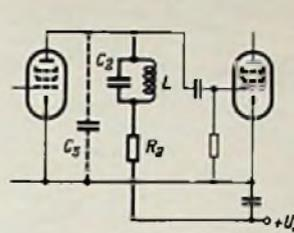
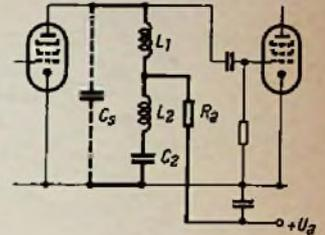

Bild 4. Anhebung der oberen Grenzfrequenz durch L und C₂. Prinzipschaltbild. Bemessung siehe (14)
Bild 5. Anhebung der oberen Grenzfrequenz durch L₁, L₂ und C₂. L₁ und L₂ sind nicht miteinander gekoppelt. Bemessung siehe (15)
3. Bemessung der Schaltungen Bild 4 und Bild 5
Für die Schaltung Bild 4 ist zu wählen:
Für die Schaltung Bild 5 ist zu wählen: